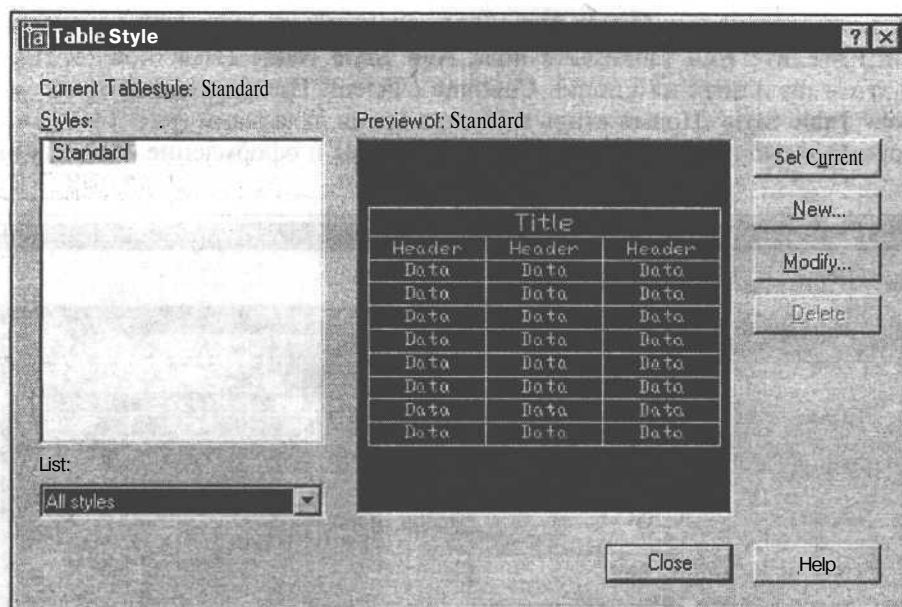

Рис. 14.22. Диалоговое окно диспетчера стилей таблицы **Table Style**
Начиная с версии программы AutoCAD 2005, появилась возможность создавать в рисунке таблицы, в ячейки которых можно вставлять текст, символы и поля. Однако прежде чем создавать таблицу, необходимо описать ее стиль. По умолчанию программа предлагает стиль **Standard** (Стандартный) (рис. 14.22), который можно тоже применить для создания таблицы, если форма ее удовлетворяет требованиям пользователя.
1. Откройте меню **Format** (Формат) и выберите из него **Table Style** (Стиль таблиц) или щелкните по кнопке **Table Style Manager** (Диспетчер стилей таблиц) на панели инструментов **Styles** (Стили). Появится диалоговое окно диспетчера стилей таблицы **Table Style** (Стиль таблиц) (рис. 14.22).